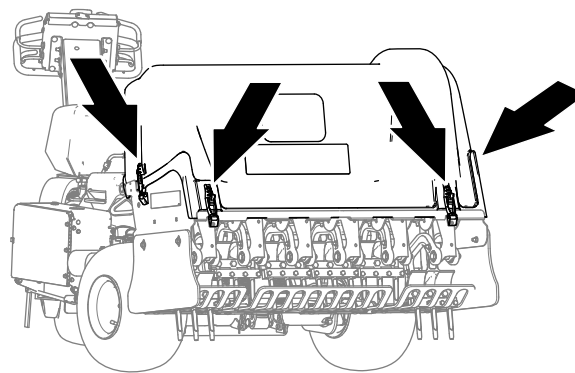
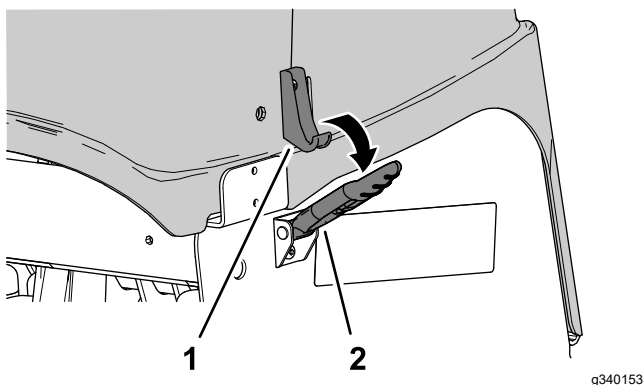

Рисунок 148
Рисунок 150
4. Расфиксируйте 4 фиксатора кожуха вала аэратора (Рисунок 148 и Рисунок 150).